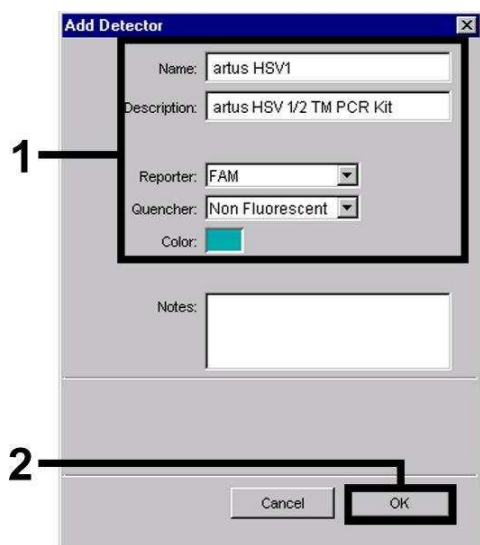
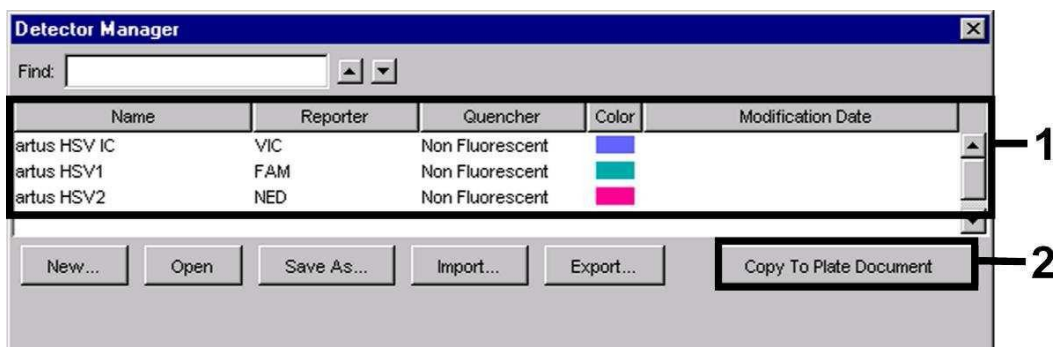

Fig. 12: Criação do detector específico do HSV-1 (*Detector Manager*).
Fig. 15: Selecção dos detectores (*Detector Manager*).
Para a detecção de ADN do HSV-1 ou HSV-2, defina na janela que agora aparece (de acordo com as Fig. 12 até 14) a combinação de Reporter/Quencher **FAM/Non Fluorescent** ou **NED/Non Fluorescent** e, para a detecção do *Controlo interno*, seleccione a combinação **VIC/Non Fluorescent**. Ao confirmar as definições (OK) retornará ao *Detector Manager*. Marque os detectores que acabaram de ser criados e transfira cada selecção para o nível *Setup*, clicando na opção *Copy to Plate Document* (ver Fig. 15). Feche a janela (*Done*).